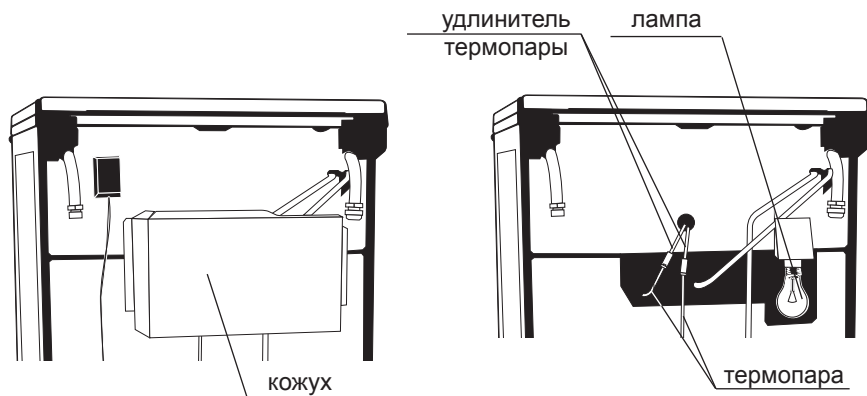

рис. 15
- нет контакта в месте соединения термопары и удлинителя термопары.	- осторожно разобрать соединение термопары с удлинителем и вновь собрать, значительных усилий не требуется, т.к. они могут вывести из строя соединение (соединение находится под кожухом (см. рис.15), имеется не во всех плитах).